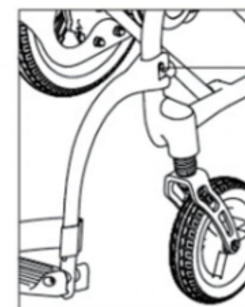

Figura 5
- Puede instalarse en las patillas del chasis (Véase la figura 5)